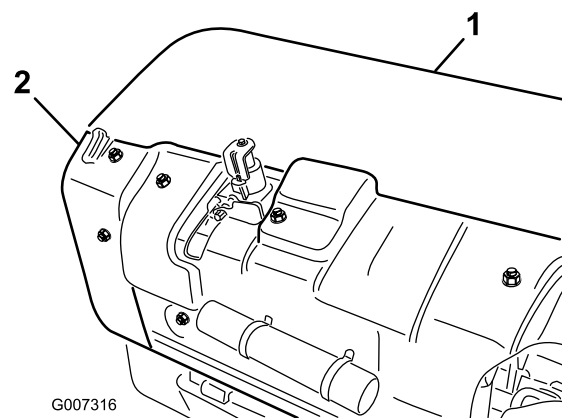

Figure 36
1. Déposez le couvercle arrière de la tête d'aération (Figure 36).
2. Retirez les boulons de fixation du protège-poulie et déposez celui-ci (Figure 36).